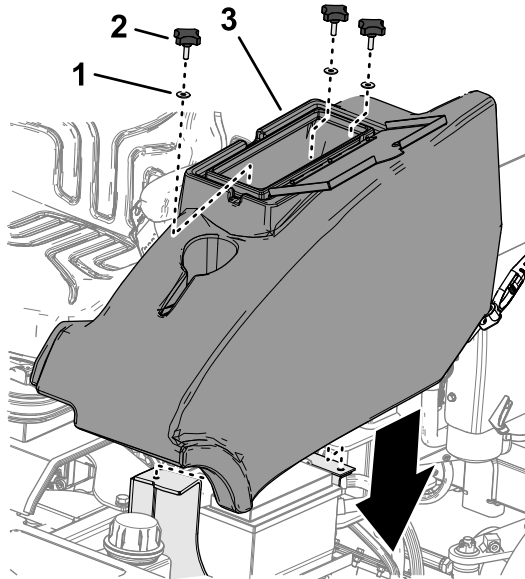

Figure 46
- Montez le compartiment de rangement sur la machine avec les 3 boutons et les 3 rondelles (Figure 46)